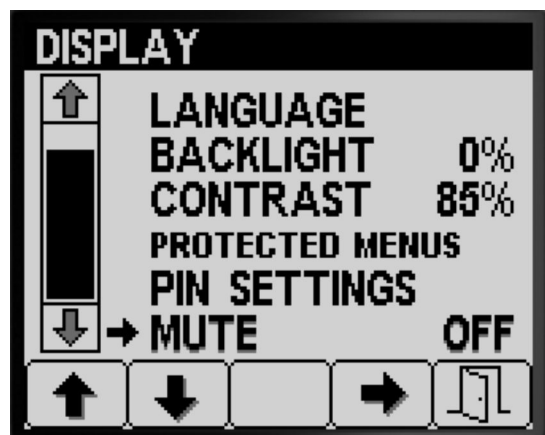

Рисунок 31
- Нажмите кнопку 4 для установки индикатора выключения звука на ВКЛ или ВЫКЛ (Рисунок 31).
- Нажмите кнопку 5, чтобы сохранить эту настройку, выйти с экрана MUTE (ВЫКЛЮЧЕНИЕ ЗВУКА) и вернуться на экран SETTINGS (НАСТРОЙКИ). (Рисунок 31).